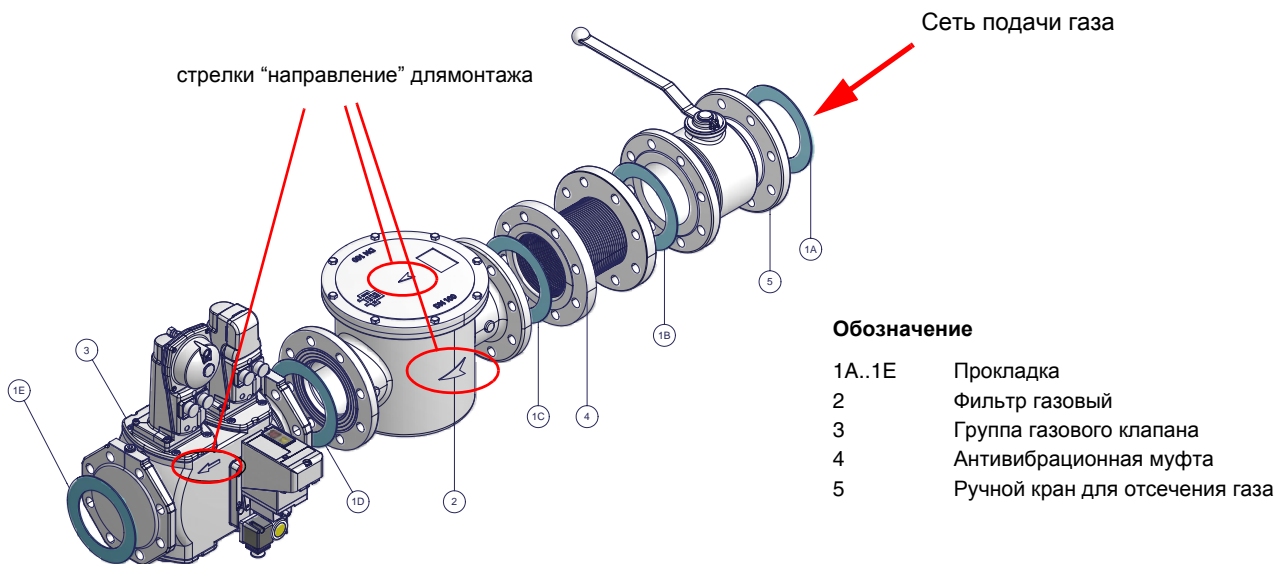

Рис. 3 - Пример газовой рампы
- 1 - б) при фланцевых соединениях: между соседними компонентами устанавливать прокладку (1A..1E - Рис. 3), совместимую с используемым газом,
ВНИМАНИЕ: после монтажа газовой рампы согласно схеме на Рис. 3, необходимо провести тестирование на герметичность газового контура, согласно требований действующих нормативов.
ВНИМАНИЕ: после монтажа газовой рамы согласно схеме на Рис. 3, необходимо провести тестирование на герметичность газового контура, согласно требований действующих нормативов.